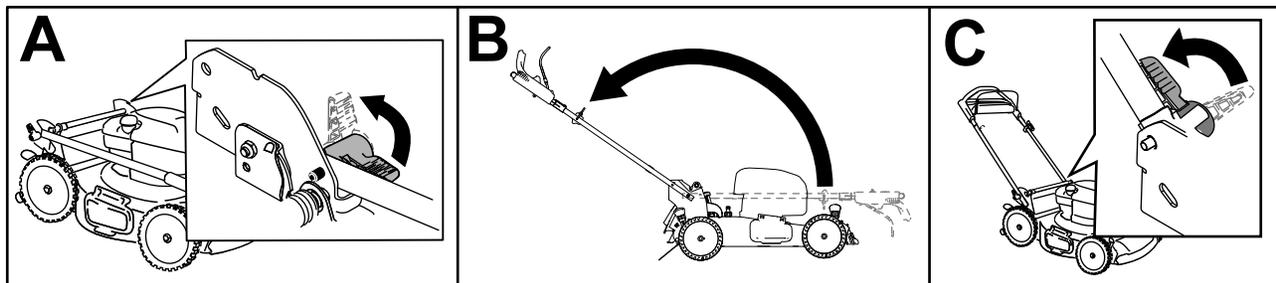

Figura 3
1. Sbloccate la stegola (A della Figura 3).
2. Spostate indietro la stegola in posizione operativa (B della Figura 3).
4. Impostate il fermo della stegola fino a quando il perno non scatta in posizione per bloccare la stegola nella posizione operativa (C della Figura 3).